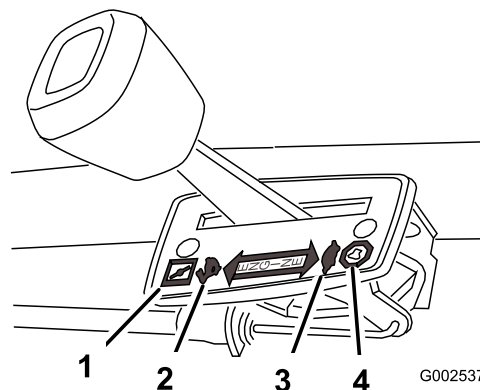

Figura 6
Los ajustes del acelerador se muestran en (Figura 6).
3. Mueva la palanca del acelerador a la posición Estárter (Figura 6).
4. Mueva el palanca de control de velocidad sobre el terreno a la posición de Punto muerto (N).